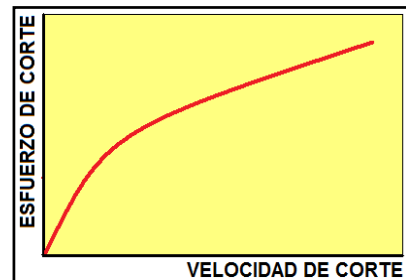

Figura A-8. Comportamiento de los fluidos seudoplásticos.
**Fluidos seudoplásticos.** Son aquellos fluidos que con un esfuerzo cortante infinitesimal iniciará su movimiento y posteriormente la velocidad de corte se incrementará en forma no lineal; lo que nos indica que la viscosidad del fluido disminuye al incrementarse la velocidad de corte, figura A-8.